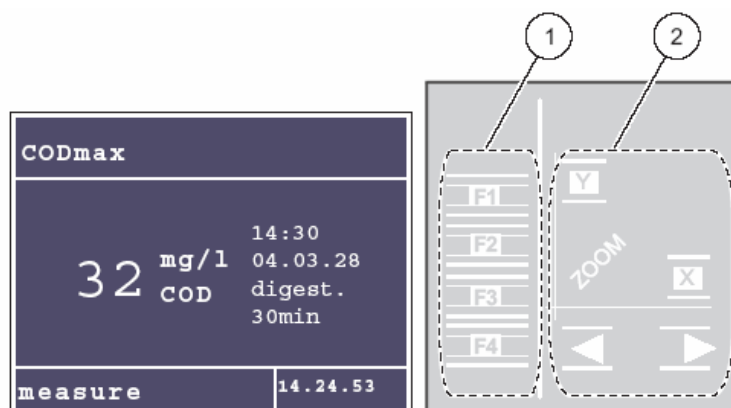
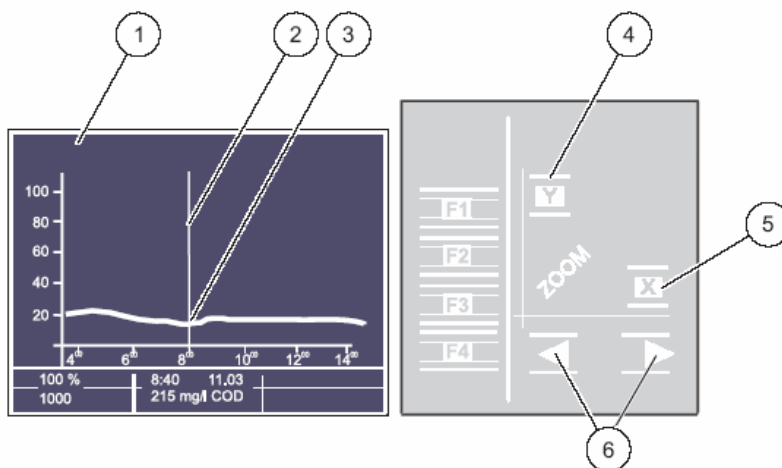

图 20 功能键和图形键
图 22 图形功能
仪器上所有的功能键都是软件控制的。通过显示屏右边的 4 个功能键(图 20 的编号 1)和 4 个图形键(图 20 的编号 2)进行操作。
如果用户按住这 4 个图形键中的任一个保持 3 秒钟（如图 20 中的编号②所示）；显示屏就会切换到曲线图的图形模式下（图 22 的编号①所示）。
使用底部的两个大箭头（图 22 的编号 6）沿着曲线移动光标（图 22 的编号 2）。用户可以在显示的图表下方找到光标/曲线相交点（图 22 的编号 3）的测量值。通过使用 X 键和 Y 键（图 22 的编号 5 和编号 4），用户可以改变相关坐标轴的比例范围。
(图 22, 编号 5) X 轴 (时间轴): 12 小时、24 小时、7 天、28 天
(图 22, 编号 4) Y 轴 (%百分比显示的测量值): 根据标/曲线相交点, 在此相交点周围的 5%、10%、50%、100%。